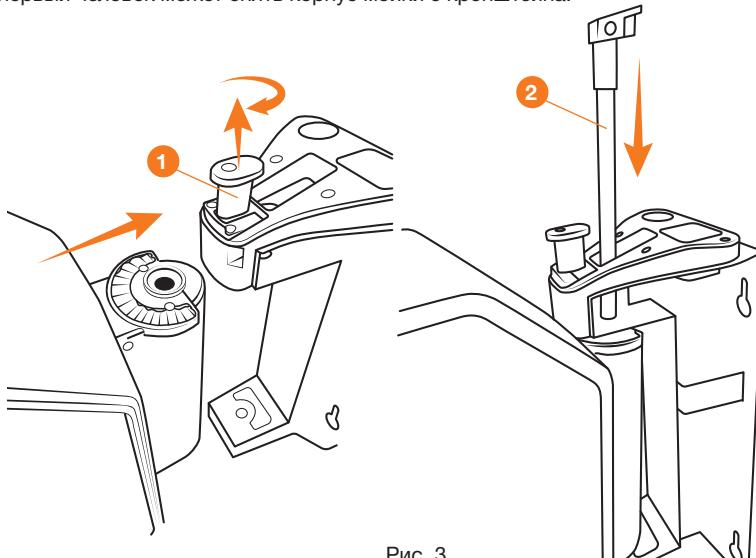

Рис. 3
- Потяните вверх селектор 1 и поверните его по часовой стрелке на 90 градусов для его фиксации в верхнем положении (рис. 3).
- Поднимите селектор 1 на металлическом кронштейне и поверните его по часовой стрелке, зафиксировав в верхнем положении (рис. 3).